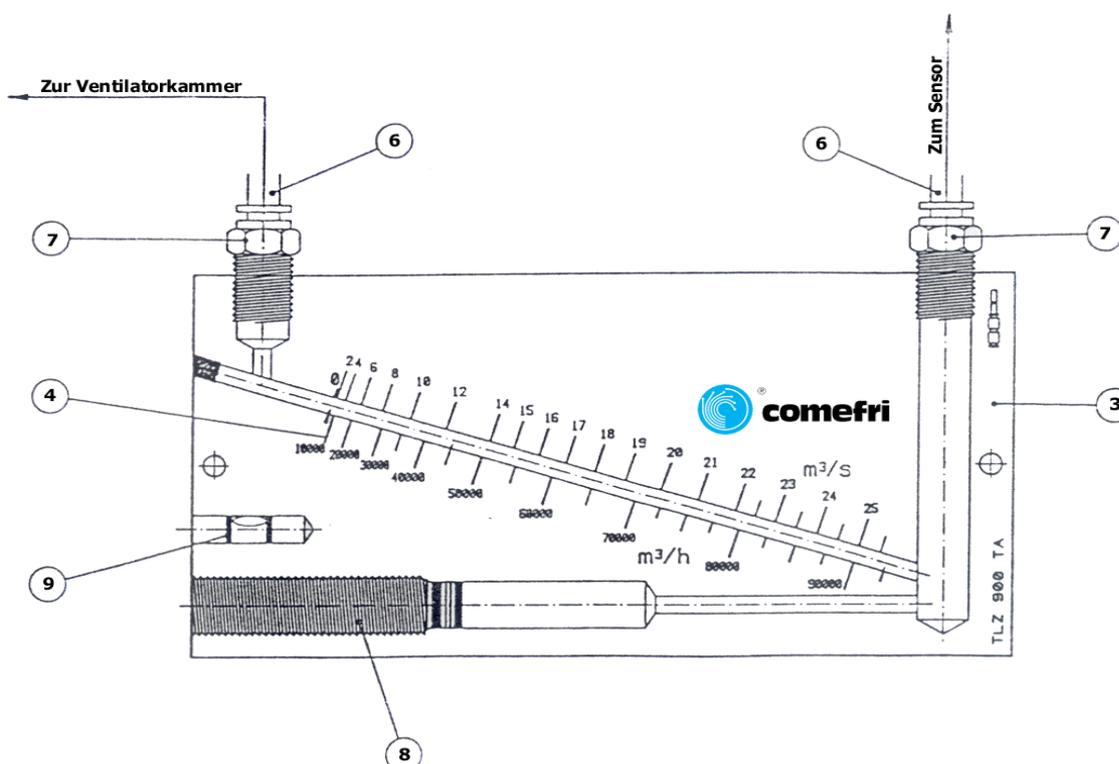

Bild 2:
- Skala (4) entsprechend des Ventilortyps und Baugröße (siehe Aufdruck auf Folie) auswählen
- Schutzfolie abziehen und Skala auf die Rückseite des Meßinstrumentes (3) unter Berücksichtigung der Justierung aufkleben (siehe Bild 2). Bei dunklem Hintergrund kann die beiliegende weiße Folie als Kontrast genutzt werden. Bohrungen zur Befestigung des Meßinstrument (3) an geeigneter Stelle festlegen, Meßschläuche anpassen.
- Meßinstrument (3) in demontiertem Zustand über den rechten Schlauchanschluß mit Meßflüssigkeit befüllen (siehe Bild 2)
- Meßinstrument auf eine waagerechte Auflagefläche stellen, Stellschraube (8) bis zum Anschlag in das Meßinstrument schrauben.
- Stellschraube (8) auf ca. 3/4 der Gewindelänge herausdrehen.